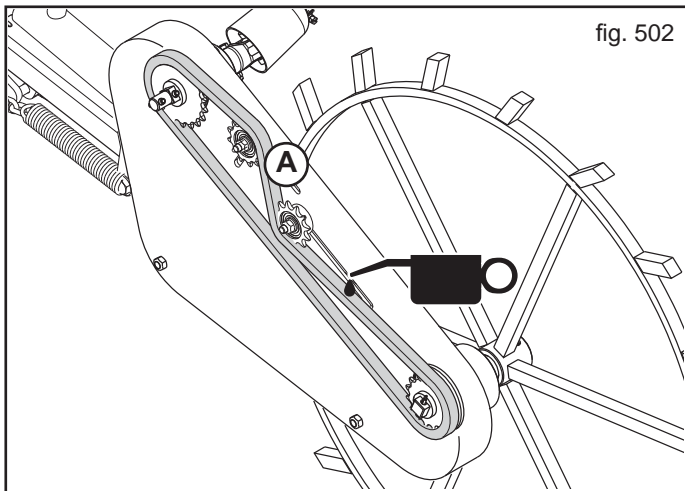

fig. 502
BEI NEUER MASCHINE	<ul style="list-style-type: none"> - Alle Antriebsketten mit Mineralöl (SAE 80W/90) schmieren (Abb. 502). - Dem Abziehbild Nr. 14 ("GREASE") auf Seite 89 dieses Heftes gekennzeichneten Schmierpunkte zu schmieren. - Nach den ersten acht Betriebsstunden den Anzug aller Schrauben prüfen. - Den Anzug der Mutterschrauben der Säscharenreisser überprüfen (C-D, Abb. 502).
BEI BEGINN DER AUSSAATSAISON	<ul style="list-style-type: none"> - Alle Antriebsketten mit Mineralöl (SAE 80W/90) schmieren (Abb. 502). - Zu jeder Jahreszeit einen kompletten Ölwechsel mit SAE 10W (2 Kg) durchführen: <ul style="list-style-type: none"> • Ölablaufstutzen, 2 Abb. 504; • Öleinfüllstutzen, 3 Abb. 504. - Überprüfen, dass das Getriebe ohne Hindernisse frei läuft. - Die Sämaschine leer anlassen, der Luftdurchfluss befreit die Leitungen von Kondenswasser und entfernt eventuelle Fremdstoffe (Abb. 505).
ALLE 20/30 BETRIEBSSTUNDEN	<ul style="list-style-type: none"> - Den Anzug der Mutterschrauben der Säscharenreisser überprüfen (C-D, Abb. 502). - Treibketten (Abb. 502), Zahnräder und Kettenspanner reinigen und schmieren. - Die Spannung der Antriebsketten kontrollieren (A, Abb. 502).
ALLE 50 BETRIEBSSTUNDEN	<ul style="list-style-type: none"> - Den Dosiervorrichtungskörper vollständig und sorgfältig reinigen (siehe Kap. 3.4). - Streukopf vollständig und sorgfältig reinigen (Fig. 506): <ul style="list-style-type: none"> • Flügelmutterschrauben lösen und entfernen (G); • Deckel des Streuers abnehmen (H); • die Metallteile mit einer Bürste und die Kunststoffteile mit einem Lappen reinigen; • Deckel aufsetzen und mit den Flügelmutterschrauben festmachen. - Korrekte Ausrichtung der Zahnräder und die Spannung der Antriebsketten kontrollieren, um einen schnellen Verschleiß oder den Bruch der Antriebselemente zu verhindern. - Alle Antriebsketten mit Mineralöl (SAE 80W/90) schmieren (Abb. 502).